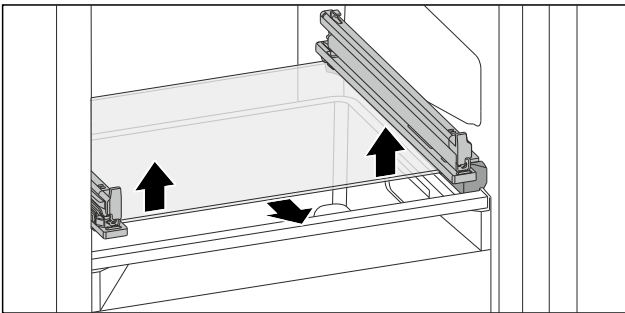

Fig. 177 Glasplatte des abklippbaren Schubfachs
- ▶ Glasplatte von unten beidseitig nach oben drücken. (siehe Fig. 177)